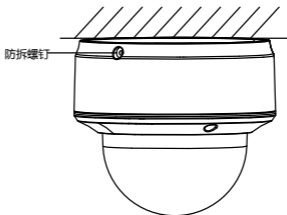

图2-21 完成安装
7. 完成安装：重新安装半球前盖组件，拧紧半球前盖螺丝，并拧紧半球防拆螺钉，完成摄像机的安装，如图 2-21 所示。